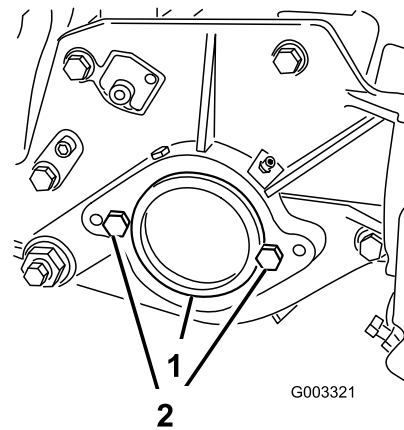

Figure 16
2. Vis (2)
5. Placez les 2 vis de fixation du moteur de cylindre sur la plaque latérale gauche du plateau de coupe sans serrer (Figure 16).